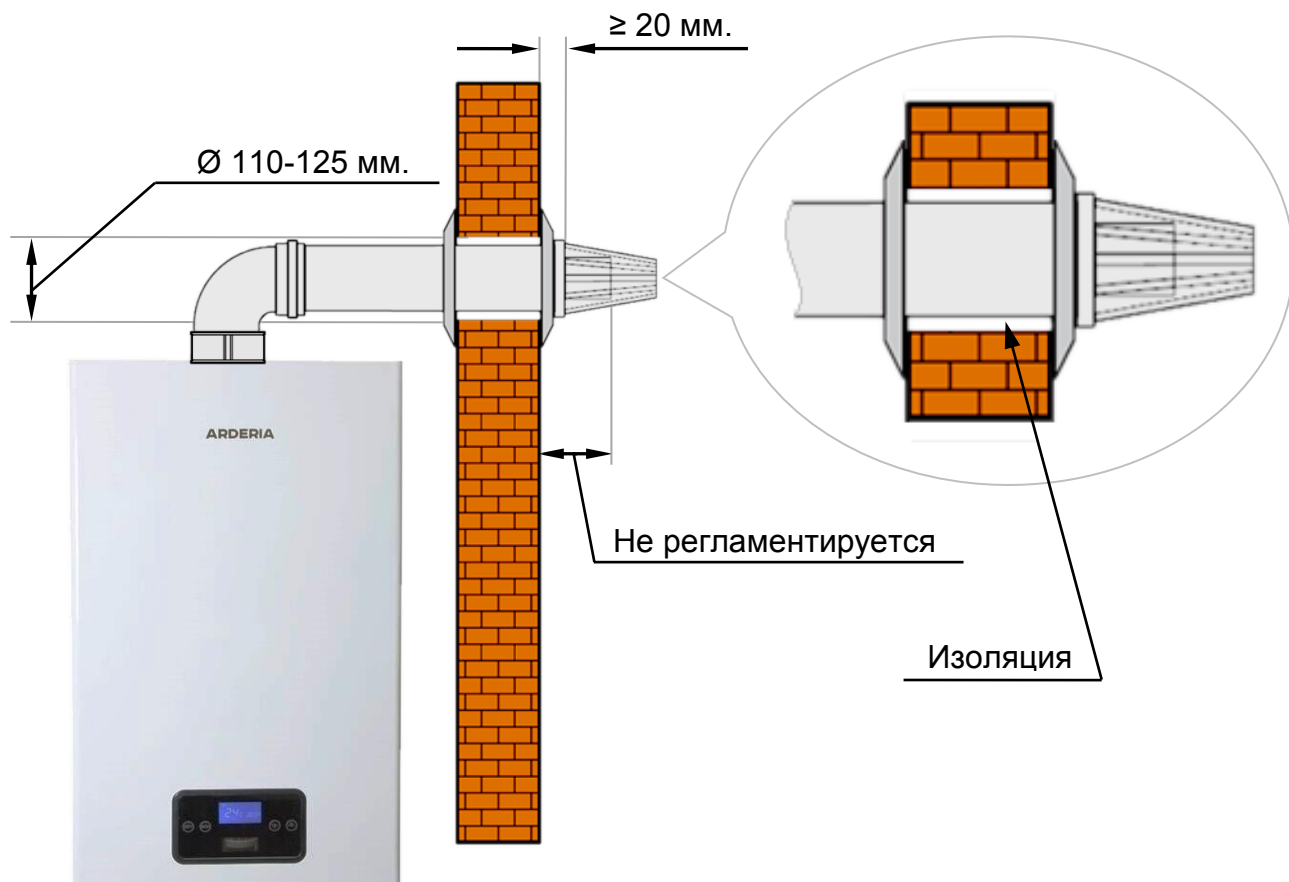

Рис. 26
- **Производитель рекомендует!** Край трубы забора воздуха после прохода сквозь стену должен выступать от стены не менее, чем на 20 мм. (См. Рис. 26).
- При прохождении трубы системы дымоудаления через стену **необходимо** изолировать её поверхность для исключения контакта со стеной. Изоляцию (См. Рис. 26) **необходимо** выполнить из негорящего теплоизолирующего материала, которым заполняется всё пространство зазора между стеной и поверхностью трубы системы дымоудаления. (См. Рис. 26).